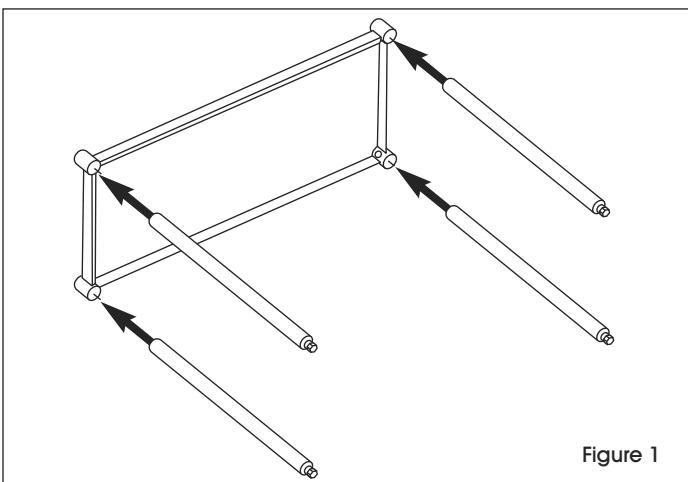

Figure 1
1. Avec la tablette inférieure posée sur le côté, poussez les montants à travers les colliers jusqu'à la hauteur souhaitée. Pour vous assurer d'une hauteur exacte, marquez la hauteur souhaitée sur chacun des montants à l'aide d'un crayon-marqueur ou d'un crayon gras. (Voir Figure 1)